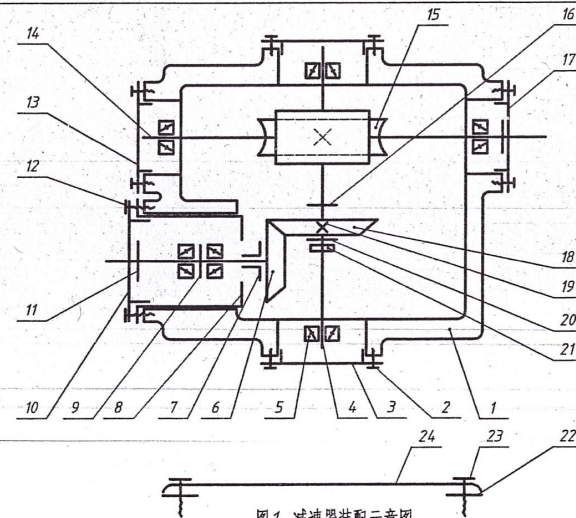

图1 减速器装配示意图
- 1、创建各零件的三维模型及根据装配关系设计零件1箱体和零件22垫片（厚度为0.5）的三维模型（100分）。2、将所建模型按装配示意图（如图1所示）进行组装（14分）。（零件种类数量少于11种不得分）